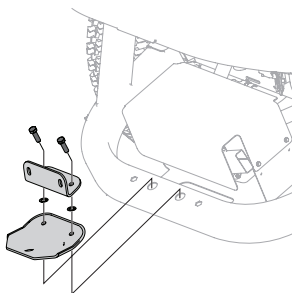

Figure 4
3. Installez l'ensemble du support sur le châssis inférieur du tracteur au moyen de deux vis (710-0376). Consultez la Figure 4.